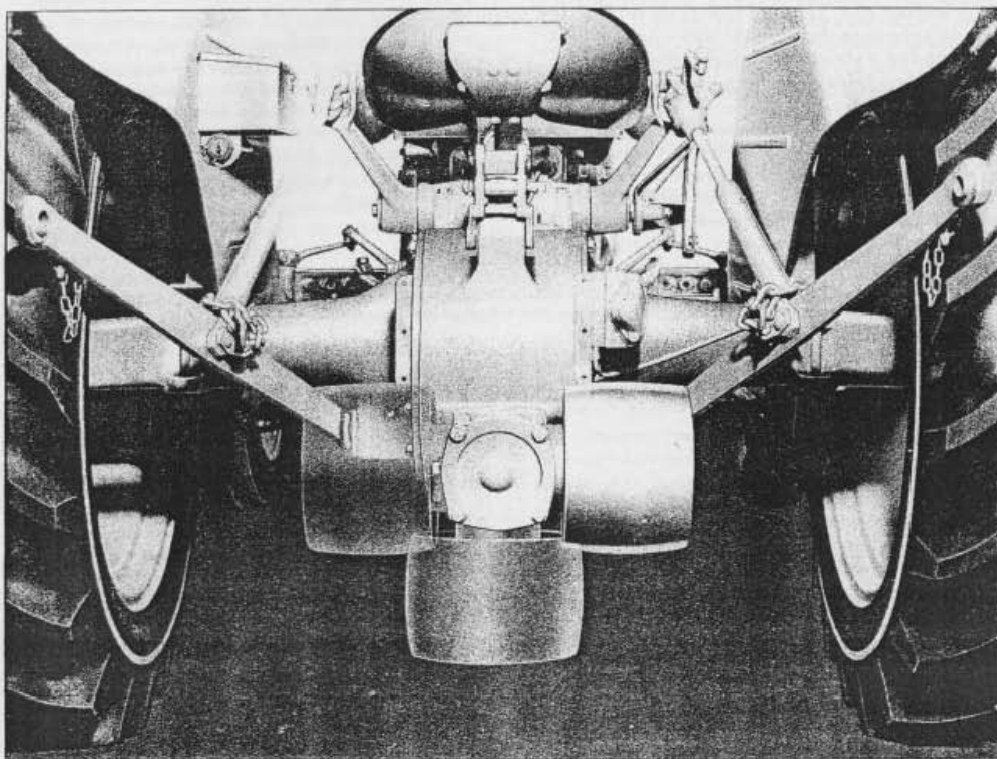

Fig. 6
gauche, tournée horizontalement vers la droite ou tournée vers le bas (voir FIG. 6), sauf sur les tracteurs équipés d'un crochet d'attelage automatique; sur ces derniers on ne doit utiliser la poulie que dans l'une ou l'autre position horizontale. Lorsque la poulie est montée horizontalement vers la gauche, son sens de rotation est celui des aiguilles d'une montre quand on la voit depuis la gauche du tracteur; montée horizontalement à droite, son sens de rotation est inverse. On ne doit, en aucun cas, faire fonctionner la poulie orientée vers le haut, ce qui pourrait amener un grippage des organes de commande, par manque d'huile.
2. Détacher les chaînes des barres d'attelage inférieures du carter de pont arrière, puis les attacher à leur barre respective (voir FIG. 6). Si l'on a l'intention d'utiliser la poulie horizontalement, faire basculer la barre d'attelage se trouvant du même côté que la poulie aussi loin que possible vers l'extérieur et l'attacher dans cette position.